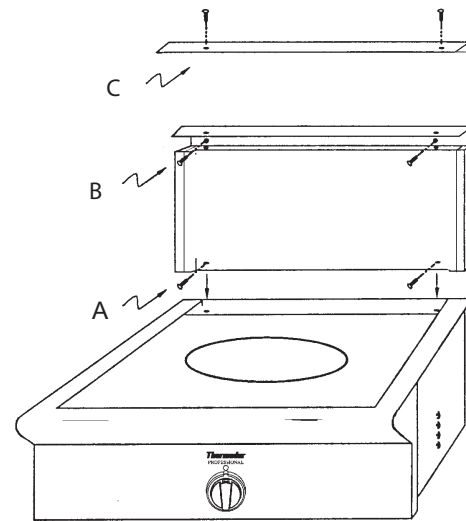

Figure 11 : Pose de la plaque de protection basse
1. Glissez la plaque de protection sur les deux brides à l'arrière de l'appareil. Fixez l'avant et l'arrière à l'aide des deux vis A à la Figure 11) qui vous sont fournies.
2. Fixez le haut de la plaque de protection au mur avec les deux vis qui traversent la plaque (voir B à la Figure 11).
3. Posez le rebord de la plaque de protection sur le dessus puis vissez les deux vis à tête fraisée fournies (voir C à la Figure 11)